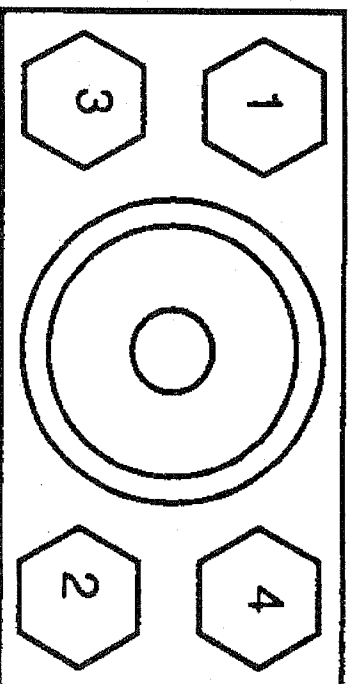

Рис. 33. Последовательность затяжки болтов соединительного узла
7. Продолжайте постепенно затягивать болты с усилием 7 Нм в той же последовательности. Максимальное значение крутящего момента, необходимого для надежного выполнения данной операции, составляет 34 Нм как показано на рис. 33.